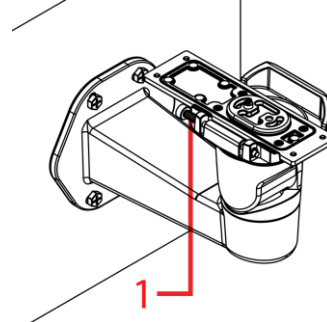

Figure 4
- A. Poussez la goupille (1) (Figure 4) de la charnière du bras de montage.